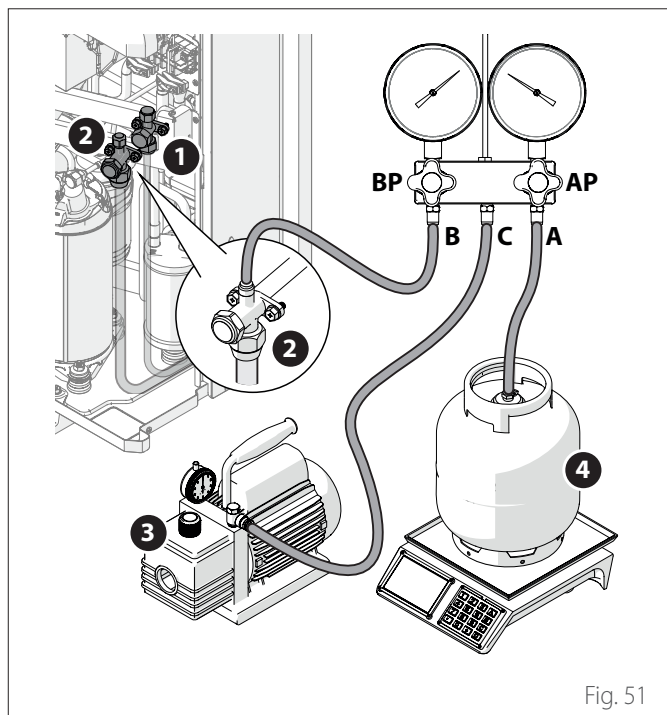

Fig. 51
- Assicurarsi di aver intercettato il collegamento tra **(A)** e **(C)** ("Fig. 51").
- Aprire le valvole di arresto **(1)** e **(2)** dell'unità ("Fig. 51").